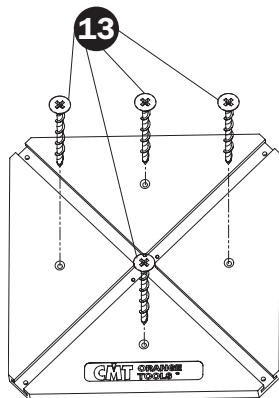

Fig. 4
**(Fig.4)** Fissare la struttura in plastica (1) al pezzo tramite le viti da legno (13) o con del nastro biadesivo, in maniera tale che le scanalature della struttura in plastica (1) coincidano perfettamente con gli assi precedentemente individuati (**Fig.3**).
(Fig.4) Fissare la struttura in plastica (1) al pezzo tramite le viti da legno (13) o con del nastro biadesivo, in maniera tale che le scanalature della struttura in plastica (1) coincidano perfettamente con gli assi precedentemente individuati (Fig.3).